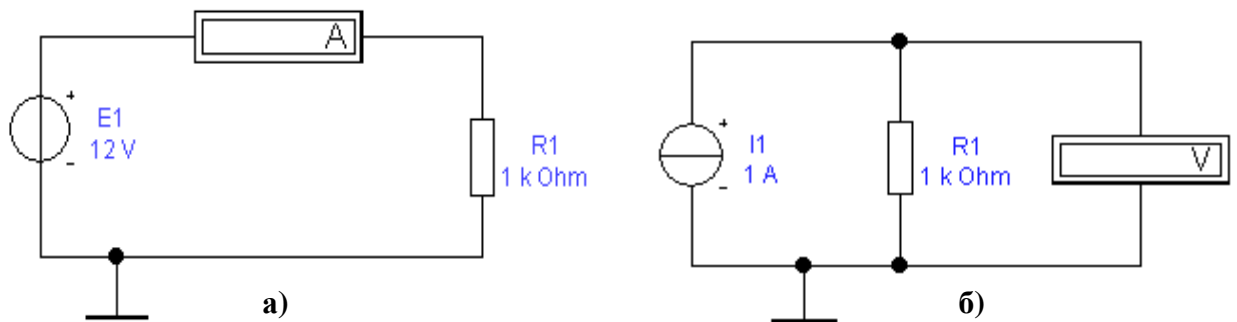

Рис. 2.1
Для побудови ВАХ резисторів можна використовувати схеми, що приведені на рис.2.1а,б. У першій схемі використовується джерело е.р.с., на яке навантажується опір, що досліджується. У цій схемі зняття даних для побудови ВАХ забезпечується шляхом зміни установочних значень е.р.с. з записом відповідних значень струму, які контролюються амперметром. В другій схемі, навпаки, необхідно встановити значення величини струму джерела струму, а напруга замірюється за допомогою вольтметра.
2.4.1. Використовуючи схему, зображену на рис. 2.1, зробити заміри для побудови ВАХ резисторів. Експериментальна ВАХ заміряється при температурі 27°C (номінальний режим роботи резистора в EWB).